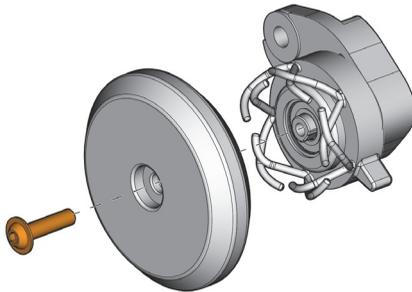

Figure 5-15 Vis de la roue du codeur d'axe d'index
1. Tenez la roue du codeur pour l'empêcher de tourner et retirez la vis (Figure 5-15 à la page 90).